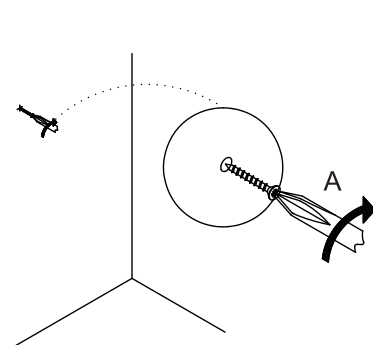

Figura 2
2: Si utiliza anclas de expansión de pared: Con un taladro, haga un orificio en la pared para cada ancla de expansión sobre las ubicaciones marcadas. Introduzca (x 2) anclas de expansión de pared (B). Inserte (x 1) tornillo de 2" en cada ancla de expansión para pared. Figura 2. **Si se instala directamente en las vigas de la pared:** Con un taladro, coloque (x 1) tornillo de 2" en cada ubicación marcada. Figura 2.